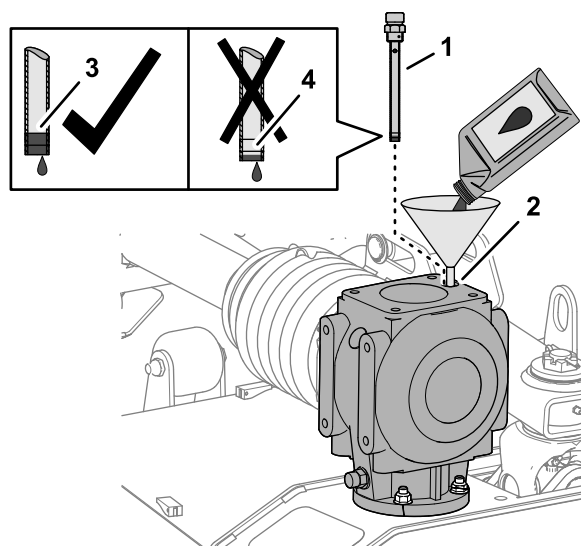

Figura 63
1. Aggiungete 1.064 ml di lubrificante per ingranaggi specificato nella scatola ingranaggi, attraverso il foro dell'asta di livello (Figura 63).
2. Avvitare l'asta di livello nel foro, togliete l'asta di livello e controllate il livello del lubrificante (Figura 63).
4. Avvitare l'asta di livello nel foro di riempimento e serrate l'asta di livello (Figura 63).